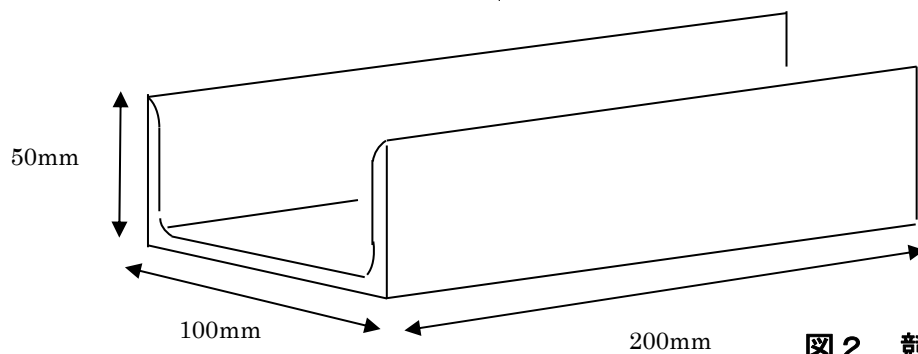

図 2 競技材台の形状
(6) 溶接による変形は、逆ひずみ法によって防ぐものとする。
(7) エンドタブは使用禁止とする。又、捨て金を使用して連続溶接を行ってはならない。
(8) 競技材台は、主催者が準備したものを使用すること(P3の図2を参照)。
(9) 練習材は、作業台に準備されている競技材台を使用し、練習を行ってもよい。
(10) 溶接は、タック溶接（仮付）部を除いて片面溶接とし、裏面から溶接をしてはならない。
(11) 溶接方向は、左進、右進又はそれらの混用のいずれでもよい。ただし、1パス中の混用は認めない。
- (12) 溶接層数及びパス数は自由とする。
- (13) 溶接中及び溶接後において、変形の矯正は禁止する。
- (14) たがねは、スラグやスパッタを取るために使用するのはよいが、溶接金属をはつき取る目的で使用してはならない。